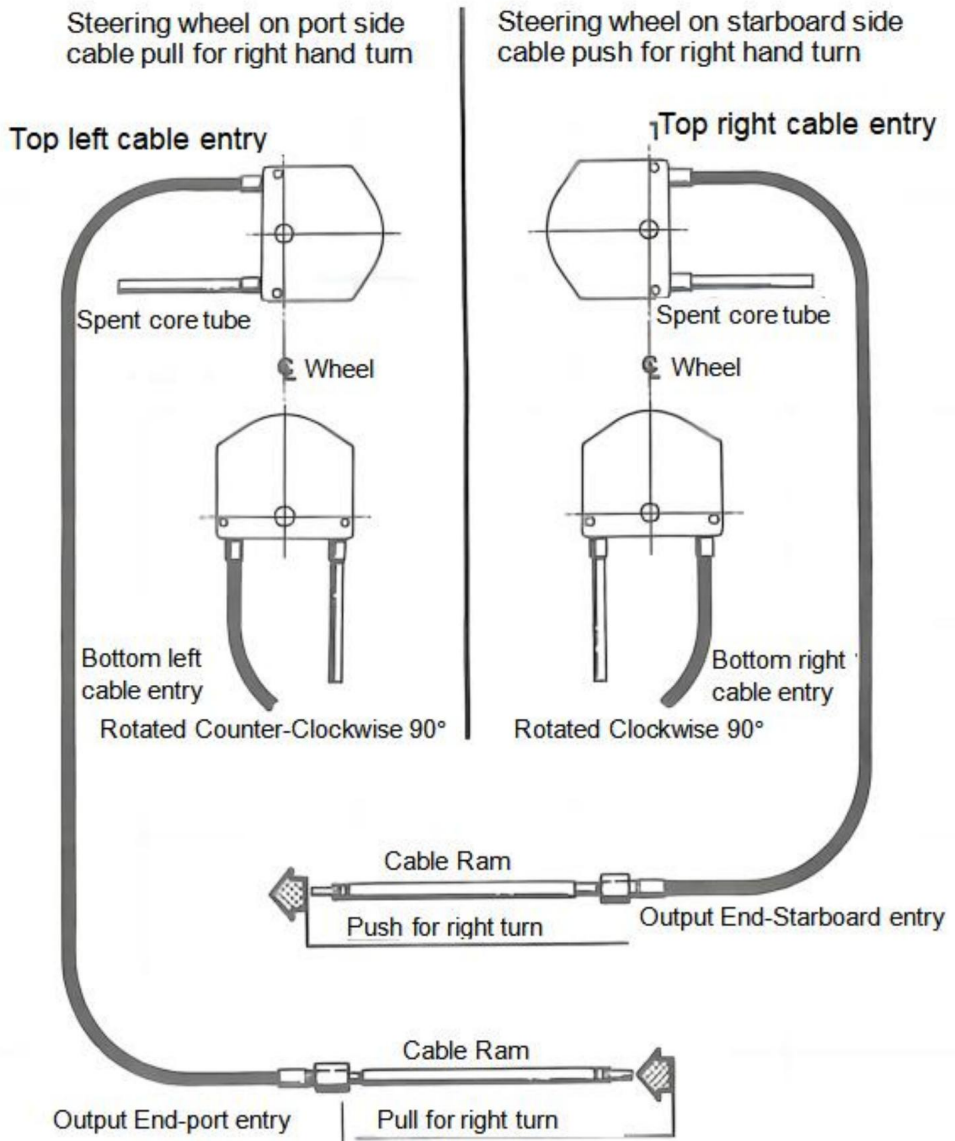

Abbildung 4.
SCHRITT 4. Die Helmeinheit kann auf der Halterung gedreht werden, um für den Kabeleingang. Die beste Position der Antriebseinheit ist dort, wo das Kabel kann mit minimaler Biegung installiert werden. Abbildung 4 zeigt das Kabel Endpositionen für PUSH oder PULL für Rechtskurvenfahrt. Der Antrieb Die Montage ist in 45-Grad-Schritten vom oberen rechten oder oberen linken Kabel aus einstellbar Einstiegspositionen.